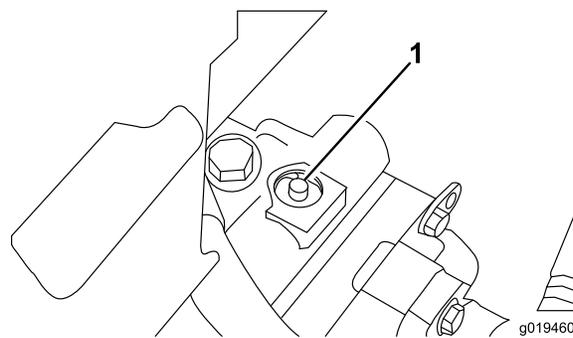

Figura 37
- La válvula de desvío está situada encima de la bomba de desplazamiento variable (Figura 37). Gire la válvula 90° en cualquier sentido para abrirla y dejar pasar el aceite internamente. Puesto que el aceite se desvía, la máquina puede ser movida lentamente sin dañar la transmisión.